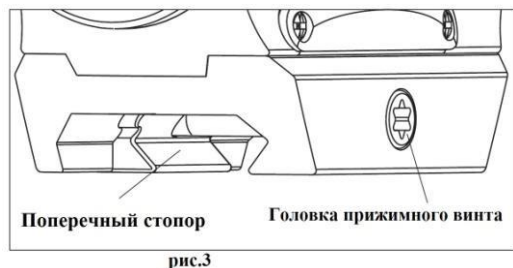

рис.3
2. Вставьте прилагаемый ключ в головку прижимного винта и поверните его, чтобы ослабить стопор. Установите прицел на подходящее место на планке. Затяните прижимной винт. (Рис.3).